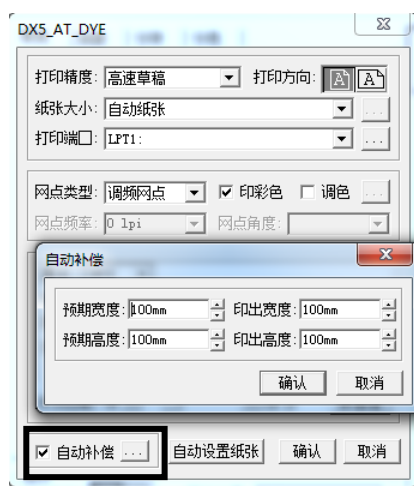

图 2.21 选择自动补偿
4.1、尺寸补偿：当您打印出来的图片尺寸与设计的尺寸有误差时，您可以尝试在蒙泰软件里进行如图 2.21 的操作，在打印对话框中，点击打印机设定按钮进入自动补偿对话框。